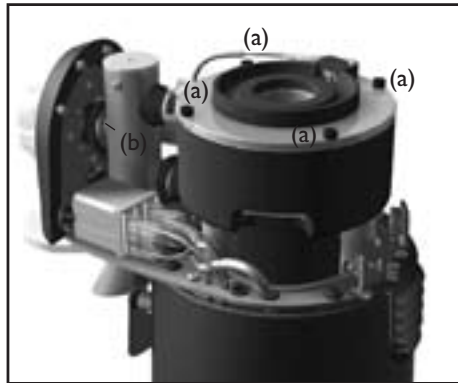

Fig. 8
Girar el mando de regulación frontal (4) hacia la izquierda, hasta hacer tope. Apagar el aparato mediante el interruptor general (12). Desconectar el aparato de la red eléctrica. Soltar la tolva (2) del cuerpo superior (3) según Apartado 7. Desmontar el cuerpo superior (3), desatornillando los dos tornillos posteriores. Sacar los tornillos de fijación (a) del portafresas superior al cáliz molienda (Llave Allen 4), según Fig. 8.